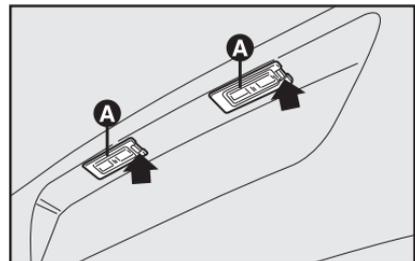
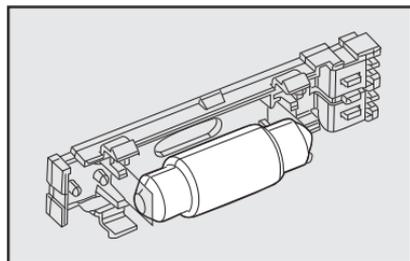

fig. 28
fig. 29
LCES DE MATRÍCULA - fig. 28 y fig. 29
- actúe en el punto indicado por la flecha y quite el grupo transparente **A**-fig. 28;
- sustituya la lámpara **fig. 29**, desvinculándola de los contactos laterales y cerciorándose de que la nueva lámpara esté correctamente bloqueada entre los contactos;